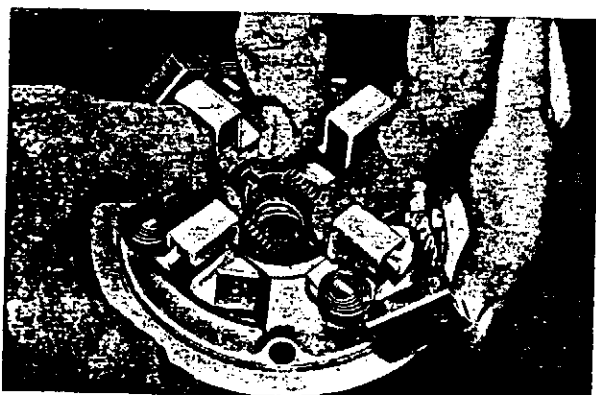

Abb. 97 Einbau der Ankerbremse
1. Ankerbremse im hinteren Lagerschild einbauen, siehe Abb. 97. Leitung zwischen den Plusbürsten einbauen.